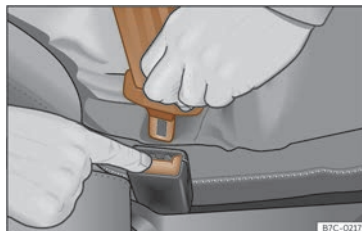

Fig. 19 Relâcher le pêne du boîtier de verrouillage de la ceinture.
- Appuyez sur la touche rouge du boîtier de verrouillage >>> **fig. 19.** Le pêne sera expulsé du boîtier de verrouillage.